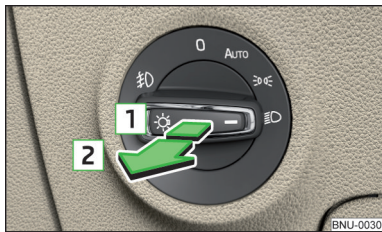

Fig. 61
- ✓ Comutatorul de lumini se află în poziția **AUTO**, ☞ sau ☞ » fig. 61.